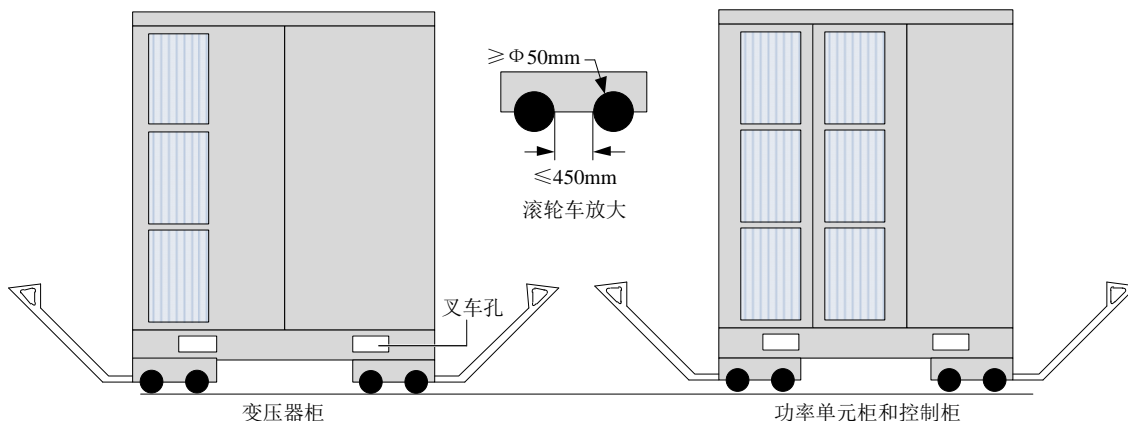

图2-8 滚轮车搬运示意图（正视图）
1. 滚轮车须放置在柜体叉车孔下方外侧，如图 2-8 所示。
2. 滚轮应不小于 $\Phi 50\text{mm}$ ；滚轮车的轮距（柜宽方向）不大于 450mm，如图 2-8 所示。